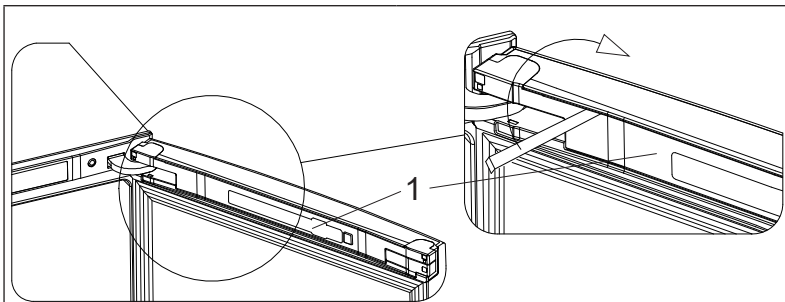

Рисунок 1
1. В зазор (см. рисунок 1) вставьте ваш подручный инструмент и выведите из зацепления защелку накладки двери 1. Впоследствии выведите из зацепления все остальные защелки по периметру накладки.